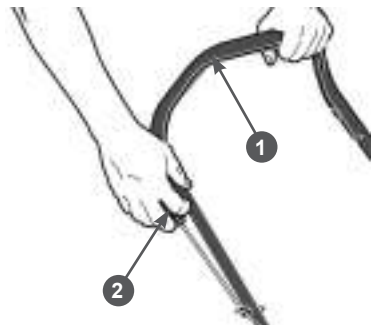

Рис. 15 Запуск двигателя
4. Встаньте позади газонокосилки. левой рукой нажмите на рычаг 1 остановки двигателя и удерживайте его, а правой рукой возьмите ручку 2 стартера (Рис. 15).